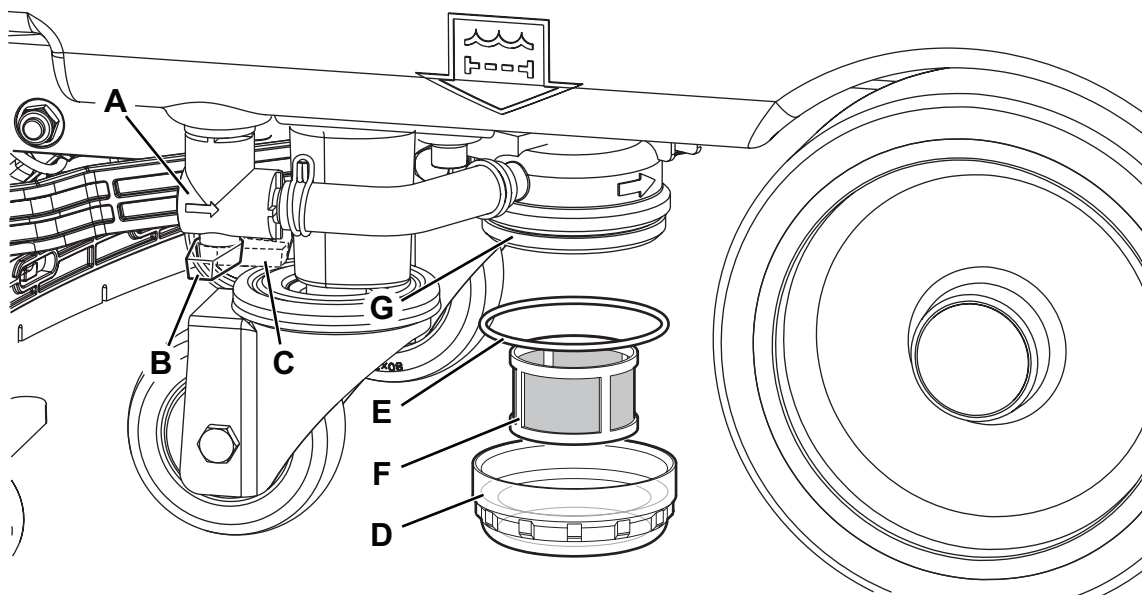

Рис. 7
2. Убедитесь, что машина отключена и сетевой шнур (4) отсоединен от сети электропитания.
3. Закройте клапан бака раствора моющего средства (А, Рис. 7). Кран закрыт, когда находится в положении (В), и открыт, когда находится в положении (С).
4. Снимите прозрачную крышку (D) и уплотнитель (E), затем снимите сетку (F) фильтра. Промойте их, а затем осторожно установите на основание фильтра (G).